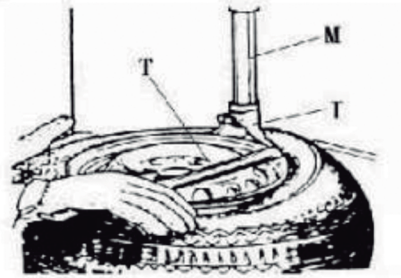

Fig. 6
Abaixe o braço vertical (M) até que o cabeçote de montagem/desmontagem (I) fique ao lado da borda do aro, gire o botão de travamento pneumático (K) para travar o braço vertical (M) e o braço horizontal na posição e controle a distância do cabeçote de montagem/desmontagem até a borda do aro da roda em cerca de 2-3 mm. Insira a alavanca de suspensão (T) entre o talão do pneu e a seção frontal do cabeçote de montagem/desmontagem (I) e mova o pneu acima do cabeçote, como mostrado na Fig. 6.